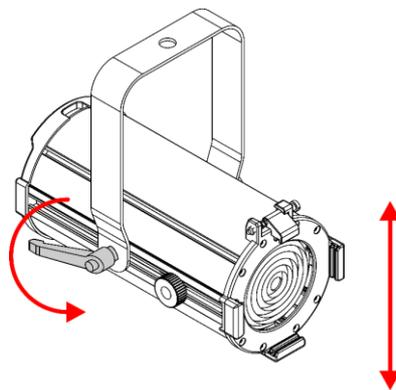

Abb. 01
- 01) Drehen Sie den **Einstellhebel (06)** gegen den Uhrzeigersinn, um ihn zu lösen.
- 02) Kippen Sie den Scheinwerfer in die gewünschte Position (Abb. 01).
- 03) Drehen Sie den **Einstellhebel (06)** im Uhrzeigersinn wieder fest. Stellen Sie sicher, dass sich der Scheinwerfer nicht frei bewegen kann, wenn der **Einstellhebel (06)** angezogen ist.